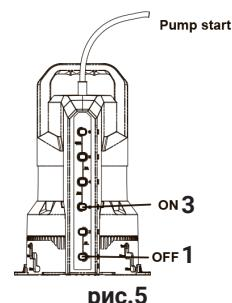

рис.5
1. Насос запускается по умолчанию **для автоматического управления в режиме ожидания** (рис.5). Когда уровень воды достигает значения (3), насос запускается, при этом индикатор загорится. Когда уровень воды ниже значения (1) - насос останавливается.